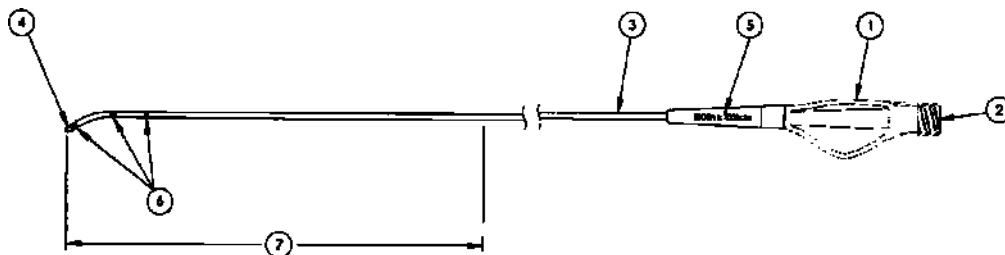

Abbildung 1. Abgewinkelter Support-Katheter TrailBlazer™
Wie in Abbildung 1 dargestellt, beginnt das Lumen (2) am proximalen Ende des Verteilers (1) und setzt sich durch den Katheter (3) bis zur abgewinkelten distalen Spitze (4) fort. Das Lumen dient dazu, den Katheter über einen Führungsdraht zu führen. Der kompatible Führungsdrahtdurchmesser und die nutzbare Länge sind auf der Zugentlastung (5) markiert. Der distale Katheterschaft verfügt über drei Röntgenmarkierungen (6), die bei der Positionierung des Katheters helfen. Die ersten 40 cm des distalen Katheterendes (7) sind mit einer hydrophilen Beschichtung versehen.